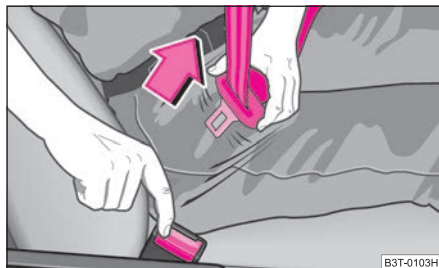

Fig. 153 Retirar la lengüeta del cierre del cinturón
- Pulse la tecla roja situada en el cierre del cinturón ⇒ fig. 153. La lengüeta salta fuera impulsada por un resorte.